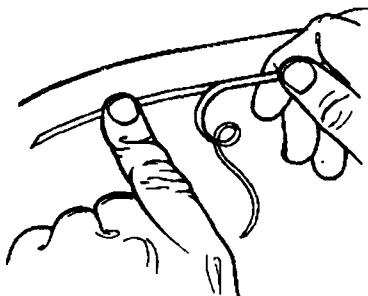

图 1-6 贴第一层贴膜
4. 将贴膜的背纸撕去,并将前面几厘米贴到要贴的位置,如图 1-6 所示。